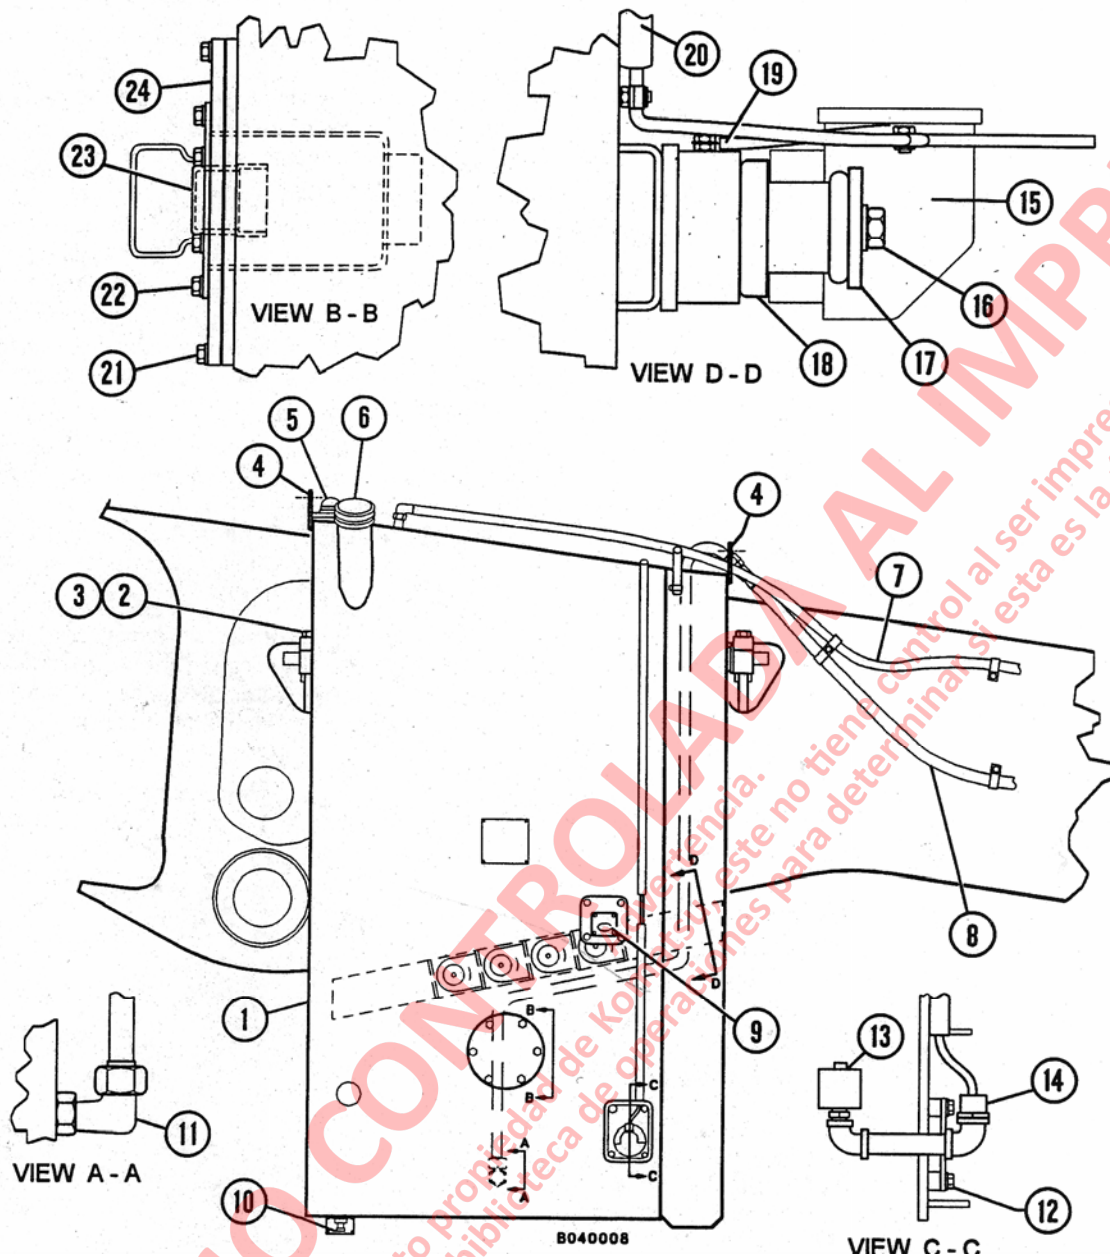

FIGURA 4-1. MONTAJE ESTANQUE DE COMBUSTIBLE
3. Desconecte el cableado del estanque de combustible y saque las abrazaderas unidas al estanque. Saque el cable a tierra (19, Figura 4-1).
4. De estar equipado, cierre las válvulas de cierre en línea. Saque las mangueras de suministro (8) y retorno (7) de combustible. Tape las mangueras y los accesorios del estanque para evitar contaminación.
2. Suba el estanque de combustible a su posición sobre los muñones de montaje del chasis y baje a dicha posición. Instale las tapas de montaje (3, Figura 4-1) y los pernos (2) y golillas planas, pero no los apriete.
3. Instale los cuatro tornillos, golillas de seguridad y golillas planas (16) y (17) y los amortiguadores de goma (18) en los montajes inferiores y apriete los pernos de montaje inferiores (4 x 0,750 UNC x 6,00 G8) con un torque de **310 ± 31 ft.lbs. (420 ± 42 N.m).**
4. Apriete los pernos de montaje del muñón (2) con un torque de **459 ± 45 ft.lbs. (622 ± 62 N.m).**
Si el camión no está equipado con un sistema rápido de llenado de combustible, el estanque de combustible es ventilado a través de un pequeño filtro de tipo malla, instalado en una lumbrera en la parte superior del estanque (5, Figura 4-1). Este filtro debe limpiarse en forma periódica y puede soplarse con solvente y ser reutilizado. El área alrededor de la ventilación no debe presentar suciedad o lodo endurecido que podría llegar a tapar la ventilación y evitar correcta succión y retorno de combustible.
Una unidad emisora del indicador de combustible (9, Figura 4-1) montada en el costado del estanque emite una señal eléctrica para accionar el indicador de combustible en el panel de instrumentos.